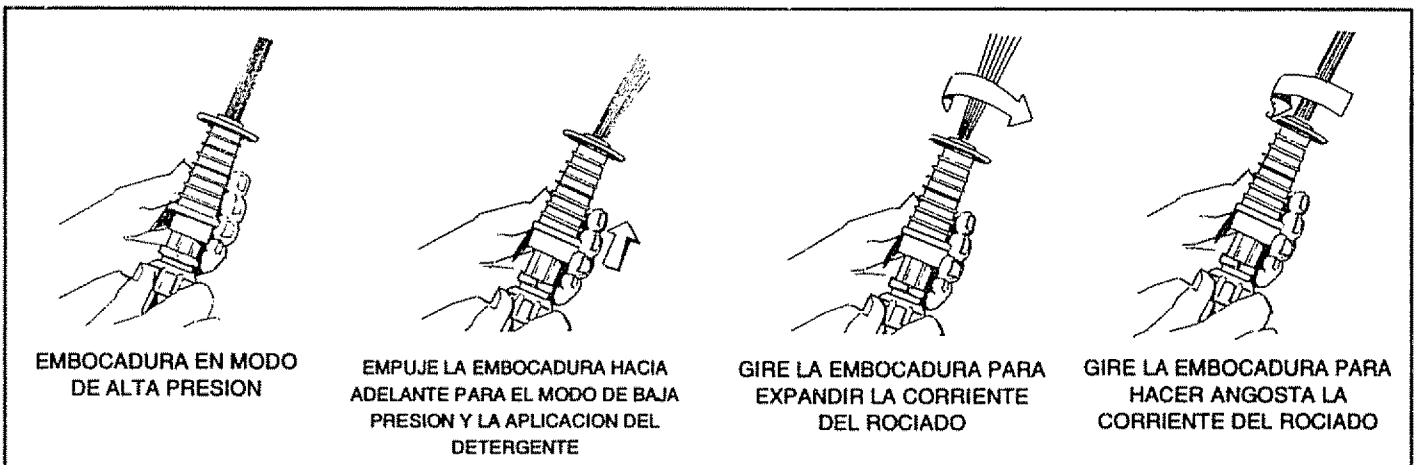

FIG. 11
- Empuje la conexión de la embocadura hacia adelante cuando desee ajustar el rociado al modo de baja presión (Fig. 11). Tire la embocadura hacia atrás para obtener la alta presión.
- Coloque la embocadura en el modo de baja presión. El detergente no puede ser extraído con la embocadura en el modo de alta presión (vea la Fig. 11).
- **Ajuste** la embocadura para seleccionar el modo de alta presión (vea la Fig. 11).